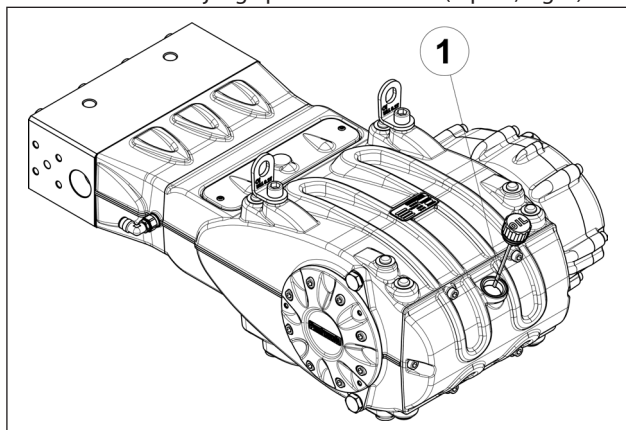

Fig. 9
5. L'huile dans le carter de la pompe est au bon niveau, en le vérifiant avec la jauge prévue à cet effet (rep. ①, Fig. 9).